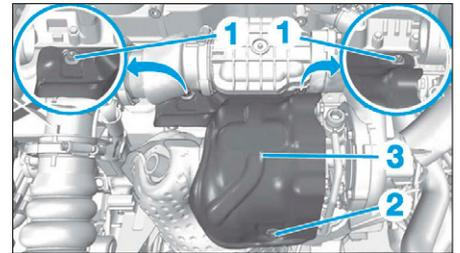

FIG. 79
- les écrous (1) (Fig.79),
- la vis (2),
- l'écran thermique supérieur (3).